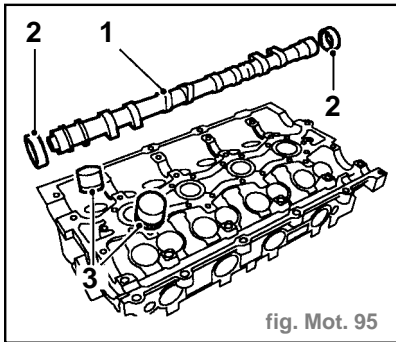

fig. Mot. 95
- Dégager l'arbre de commande du support d'arbre à cames (4).
- Déposer l'arbre à cames d'échappement de la culasse (1) (fig. Mot. 95).